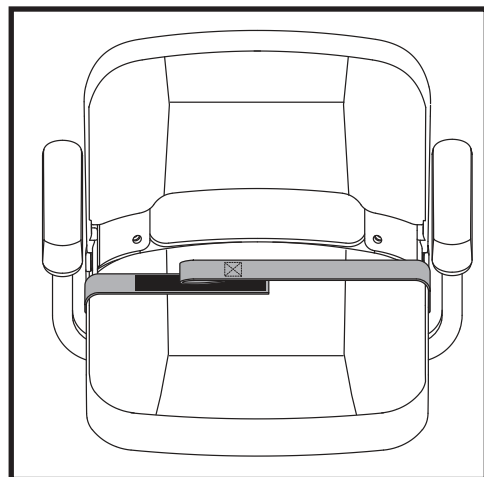

Figura 30. Cinture di sicurezza - Cintura di sicurezza con gancio riutilizzabile e velcro
1. Allineare le due parti della cintura ponendo la parte con il velcro direttamente sopra il lato di adesione ("gancio") dell'altra parte. Premere per bloccare. **Vedere figura 30.**